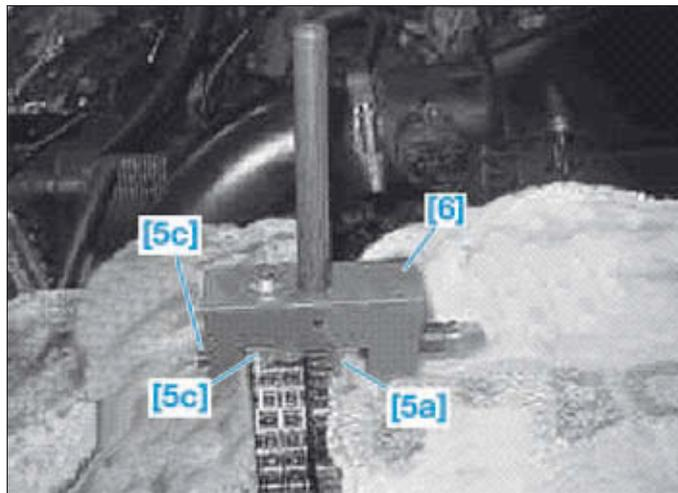

FIG. 9
- A l'aide de l'outil [6] (Fig.9), emmancher le maillon neuf jusqu'en butée.